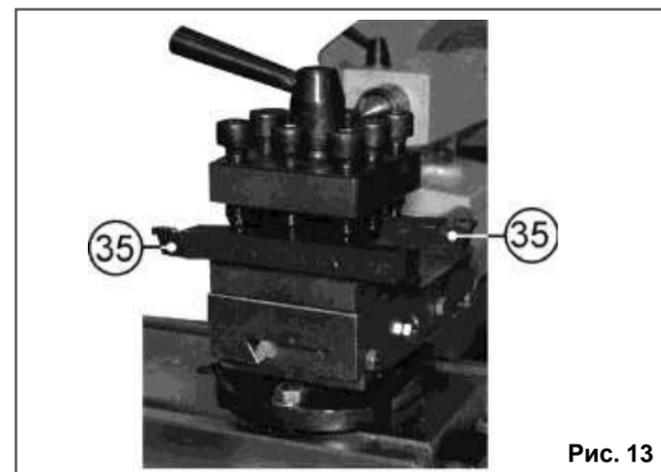
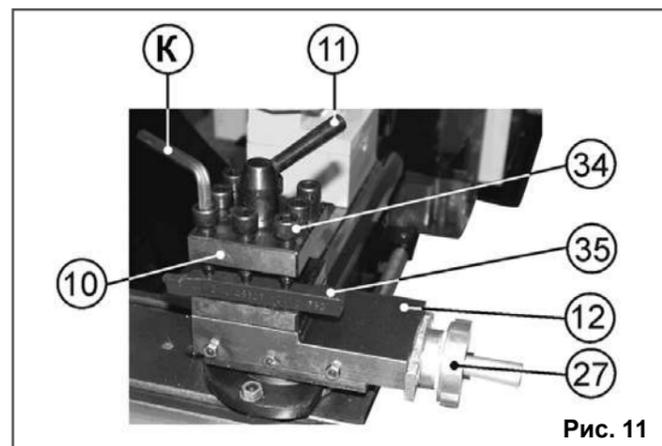

Рис. 13
Рис. 11
10.1.8. Используя шестигранный ключ (К), Рис.16, выкрутите 3 болта (34). Установите необходимый для предполагаемой операции резец (35) в резцедержатель (10). Равномерно, с достаточным усилием, закрутите три болта (34), Рис. 11.
10.1.9. Для ускорения и удобства работы можно установить в резцедержателе (10) параллельно, но направленные в противоположные стороны головками, два резца (35), Рис. 13, при условии, что оба резца (35) в резцедержателе (10) закрепляются тремя болтами (34), Рис. 11.
10.1.10. Поверните ручку фиксации резцедержателя (11) против часовой стрелки, поворачивая резцедержатель (10).
Выберите необходимый для данной операции резец (35) или угол установки резца (35), зафиксируйте положение резцедержателя (10), повернув ручку фиксации резцедержателя (11) в обратном направлении с определённым усилием, Рис. 11.